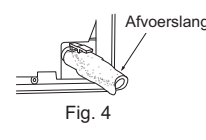

Fig. 4
- 5) Duw de afvoerslang helemaal in de afvoeropening aan de rechterachterkant van de binnenunit. (Fig. 4)
- 6) Steek de afvoerslang door huls (C) in het muurgat, en haak het bovendel van de binnenunit vast op de installatieplaat (1). Verplaats de binnenunit vervolgens helemaal naar links zodat de leidingen makkelijker achter in de unit kunnen worden geplaatst.